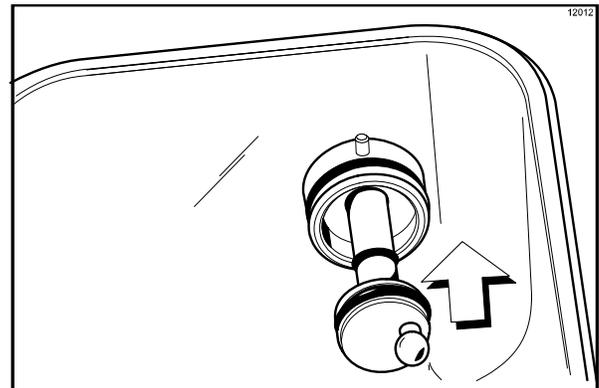

Figura 156
14. Instale el extremo hexagonal del eje motor en el cubo motor de la pared trasera de la tolva de mezcla. (Vea la figura 156).